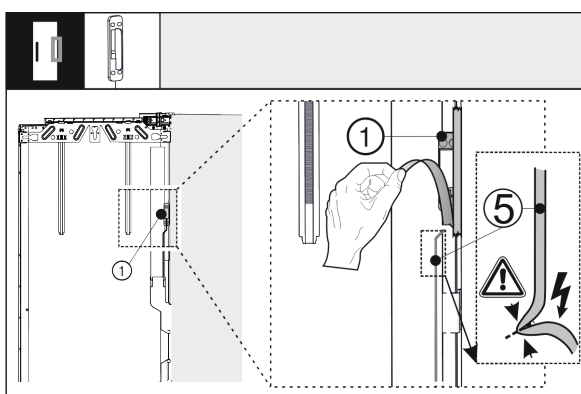

Fig. 40
- ▶ Detașați senzorul pentru ciocănit Fig. 40 (1) de ușa exterioară. Nu deteriorați cablul de legătură Fig. 40 (5).